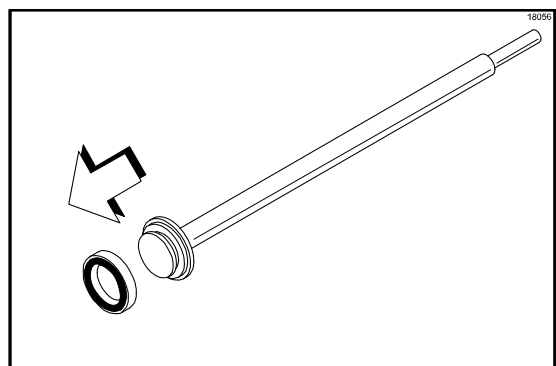

Abbildung 76
7. Dichtungseinheit von der Kolbeneinheit abnehmen. (Siehe Abbildung 76.)